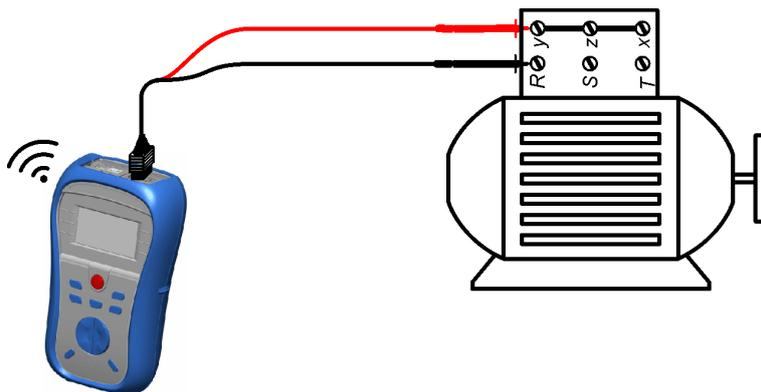

Bild 5.7: Anbringung des Universal-Prüfkabels
- ❑ **Schließen** Sie die Prüflleitungen am Prüfling an (siehe *Bild 5.7*).